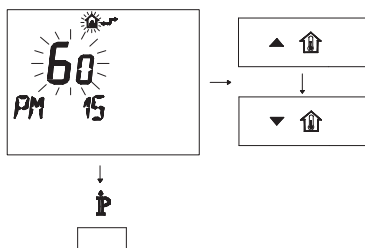

图 5.27
- 按 或 直到显示 60 设置值, 并等待已编程数闪烁 (图 5.27), 从而修改已编程 SET。